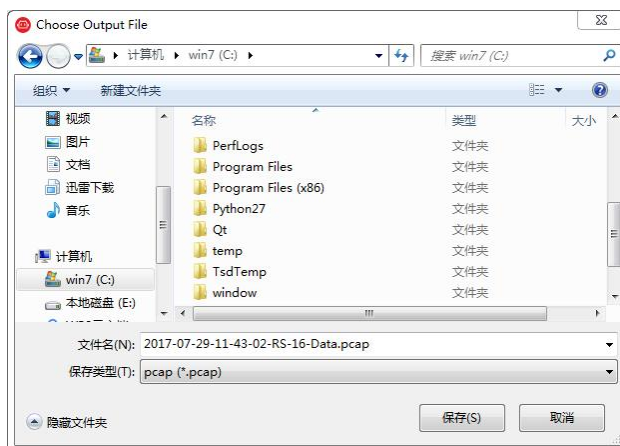

图 C-5 RSVIEW 保存对话框
2. 在弹出的 **Choose Output File** 对话框中，选择需要保存的路径和保存的文件名后，点击“保存 (S)”按钮(图 C-5)。RSView 将开始将数据包文件写入目标 pcap 文件中。(注意：RS-Helios 将会产生大量的数据，随着记录时间变长，目标 pcap 文件将会变大。因此最好将记录文件保存到 HDD 或者 SSD 中，而不是保存到较慢的 USB 设备或者用网络保存)。